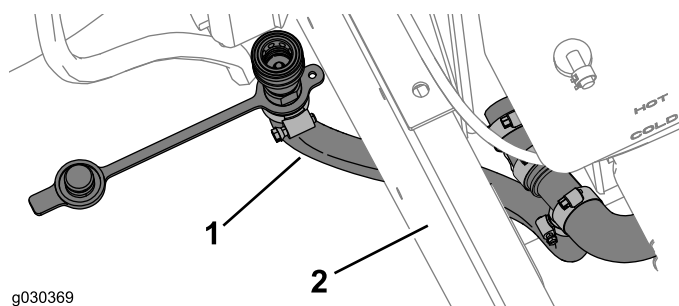

Figura 37
- Dirija la manguera corta tal y como se muestra en la Figura 37.